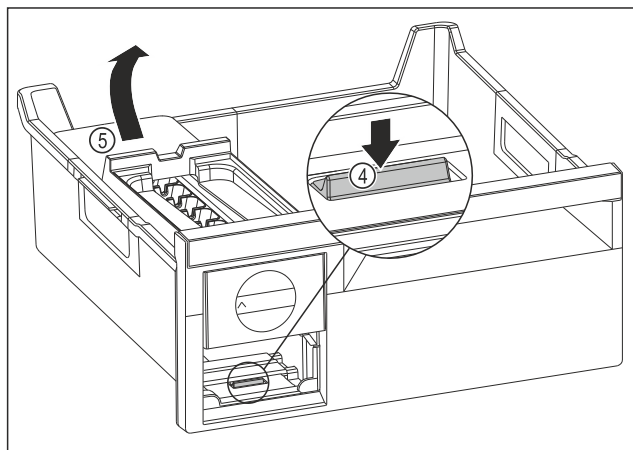

Fig. 91
- Изваждане на корпуса на EasyTwist-Ice: Натиснете езичето Fig. 91 (4) с пръст надолу и едновременно с това с другата ръка повдигнете корпуса на EasyTwist-Ice Fig. 91 (5) отзад.